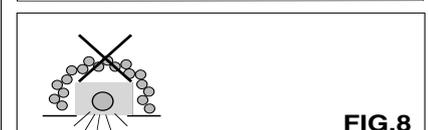

FIG.8
- L'apparecchio di illuminazione non deve in alcuna circostanza essere coperto con materiale isolante o similare. **FIG.8**
- Under no circumstance the light fixture should be covered with insulating materials. **FIG.8**
- En aucune circonstance l'appareil doit être couvert avec des matériaux isolants. **FIG.8**
- Auf keinen Fall dürfen Sie den Apparat mit Isolierstoff oder gleiches Material aufmachen. **FIG.8**